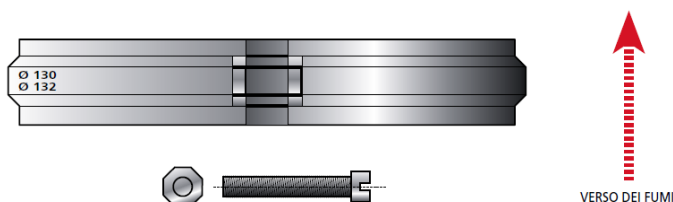

Figura 2
- Su ogni fascetta sono riportati due numeri indicanti il diametro esterno del profilo; la fascetta è montata correttamente quando il valore maggiore tra i due è posizionato in basso (**figura 2**).